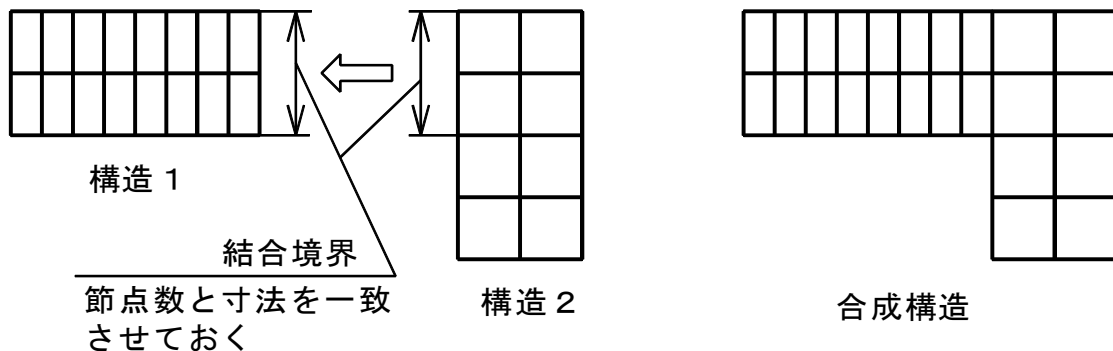

図1-6 構造の合成の説明図
⑤追加構造の要素番号と節点番号は、ソフト内で自動的に付番し直します。
上記の合成方法で、最も問題になるのは④の節点座標位置です。図1-6に構造の合成の説明図を示します。同図で、構造1と構造2を合わせて、右側の合成構造を生成するものとします。その際、構造1と構造2の結合境界では、節点数および寸法が同一でなくてはなりません。自動メッシュにより構造1や構造2を生成する際、結合境界で要素どうしが正しく接続されるようにメッシュ数等を設定しておきます。もし自動メッシュだけではうまく行かないときは、後で結合境界の要素について人手で調整する必要があります。